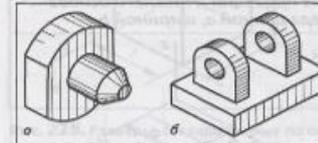

Рис. 226. Задания для самостоятельной работы: *а* – заглушка; *б* – основание
3. Выполните в тетради эскизы деталей, нанесите размеры (рис. 226).